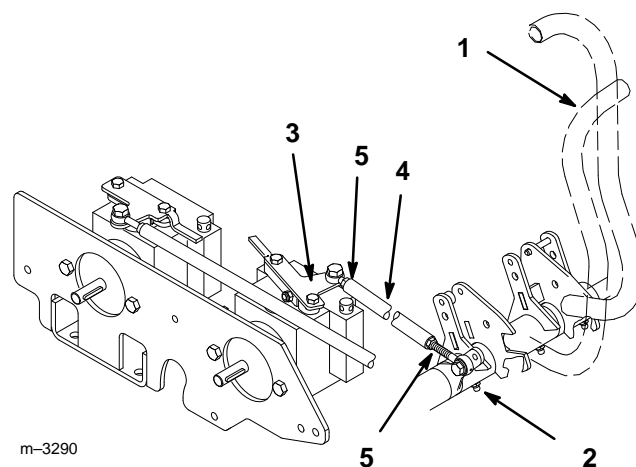

Abbildung 45
1. Die Gegenmuttern an der Pumpensteuerstange lösen (Abb. 45).
2. Den Fahrtreglerhebel fest gegen den vorderen Anschlag drücken (Abb. 45).
3. Die Pumpensteuerstange drehen, bis die Pumpensteuerplatte ganz in Vorwärtsfahrposition steht (Abb. 45). Der Fahrtreglerhebel hebt sich vom vorderen Anschlag ab.
4. Die Steuerstange um 1 Umdrehung drehen, um sie zu verlängern, und die Gegenmuttern anziehen (Abb. 45).